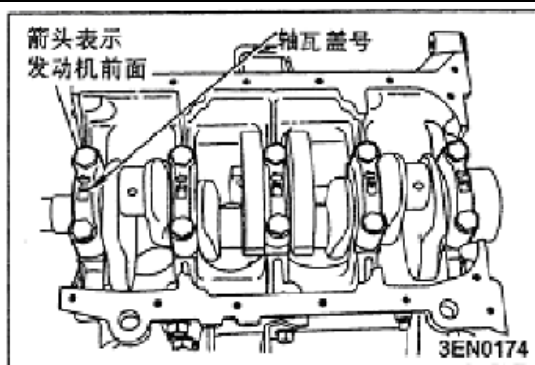

图 3-66
(3) 轴承盖的安装
a. 如图 3-66，在每个轴承盖的表面上有轴承盖号和一个箭头，从正时皮带侧开始，依号数次序安装轴承盖，箭头必须指向正时皮带侧。